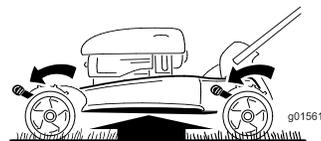
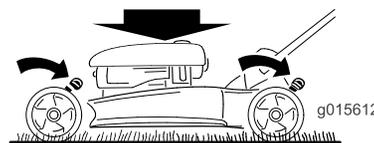

Figure 11
Figure 12
**Remarque:** Pour élever la machine, déplacez tous les leviers de hauteur de coupe en avant (Figure 11) ; pour abaisser la machine, ramenez les leviers en arrière (Figure 12).